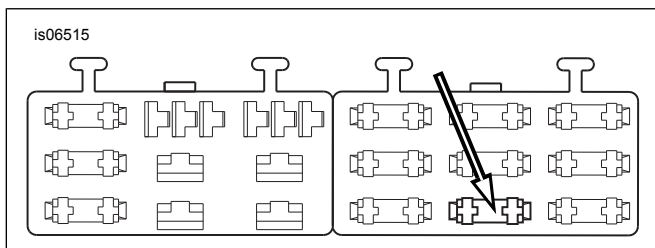

Figure 9. Cavité « OPEN » de la boîte à fusibles (Dyna 2004 et ultérieurs)
- Consultez Figure 9 . Repérez la cavité (1) du fusible qui indique « OPEN » sur le couvercle de la boîte à fusibles de droite. Un fil doit alimenter un côté de ce circuit, mais il ne doit pas y avoir de fil d'accouplement ni de fusible. Insérez la borne du fil orange/blanc de l'adaptateur jusqu'à la butée. Trouvez une cosse installée en usine à proximité et comparez-la pour vous assurer que la profondeur et l'orientation sont correctes.